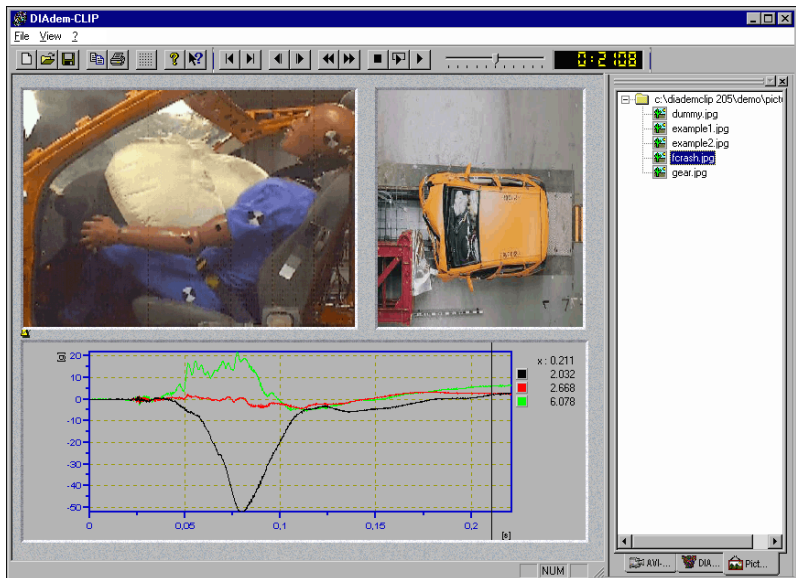

図 8-2 クラッシュテストのビデオデータと計測データ
7. fcrash.jpg ピクチャを、グラフィックにドラッグしてドロップします。図 8-2 のようになります。